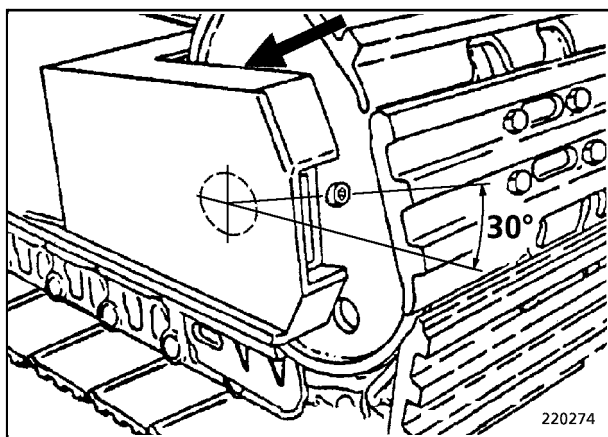

Fig. 2
Las inestanqueidades, y con eso las pérdidas de aceite correspondientes, en la mayoría de los casos están provocadas por suciedades acumuladas en el espacio entre la rueda-guía y las piezas de deslizamiento (flecha, Fig. 2). Por eso: Eliminar las suciedades cuidadosamente. Si la rueda-guía sigue estando inestanca después de la limpieza, se debe repararla.
- Estacionar la máquina de tal forma que el tornillo de cierre se encuentre en un ángulo de aprox. 30° con respecto a la línea horizontal (Fig. 2).